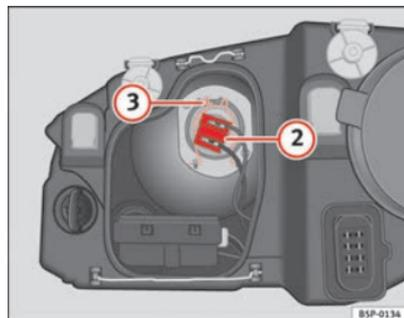

Fig. 180 Anabbaglianti
- Estrarre il connettore ⇒ fig. 180 ② della lampada.
- Sganciare la molla di ritegno ⇒ fig. 180 ③ premendo verso l'interno e a destra.